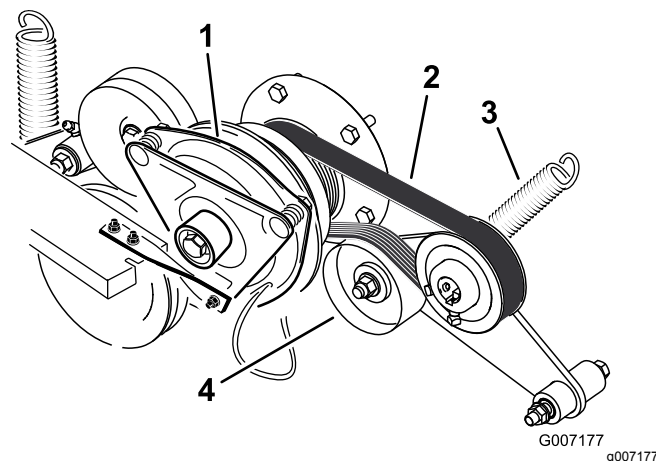

Figura 87
3. Retire a mola do braço do tambor falso (Figura 87).
4. Instale a nova correia em torno do motor e da polia da bomba hidráulica (Figura 87).
6. Instale a mola no braço intermédio (Figura 87).